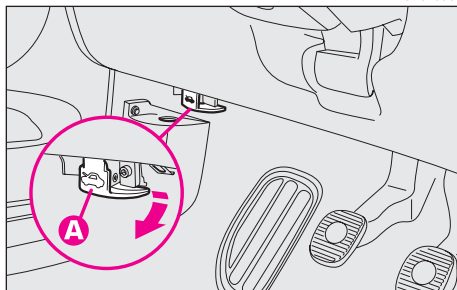

fig. 146
- tirer le levier d'ouverture (**A-fig. 146**) jusqu'à entendre le déclic de décrochage.